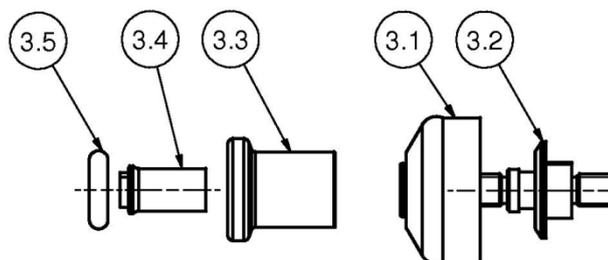

Bild 10 – Ventilkegel Einzelteile
- Vor dem Einbau des Ventilkegels (3) Einbauträume und Laufflächen reinigen.
- Ventilkegel (3) in umgekehrter Reihenfolge montieren (siehe Bild 10).